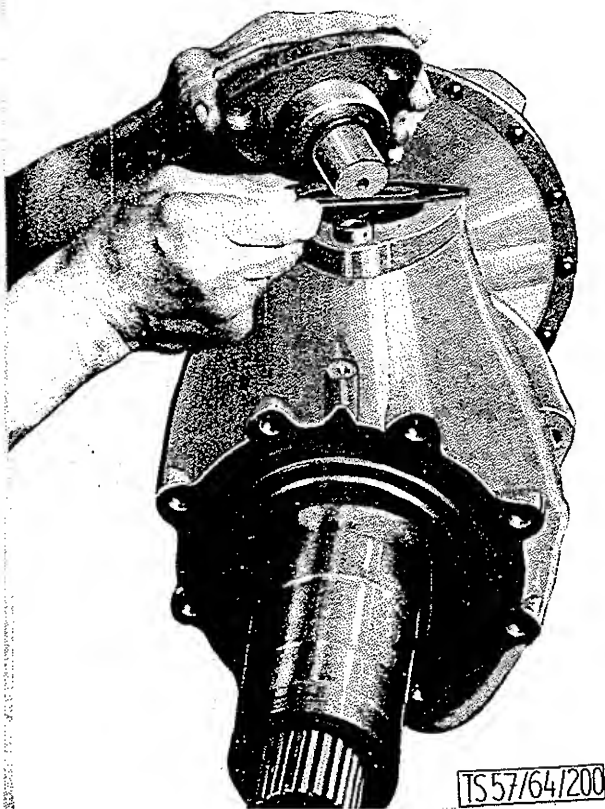
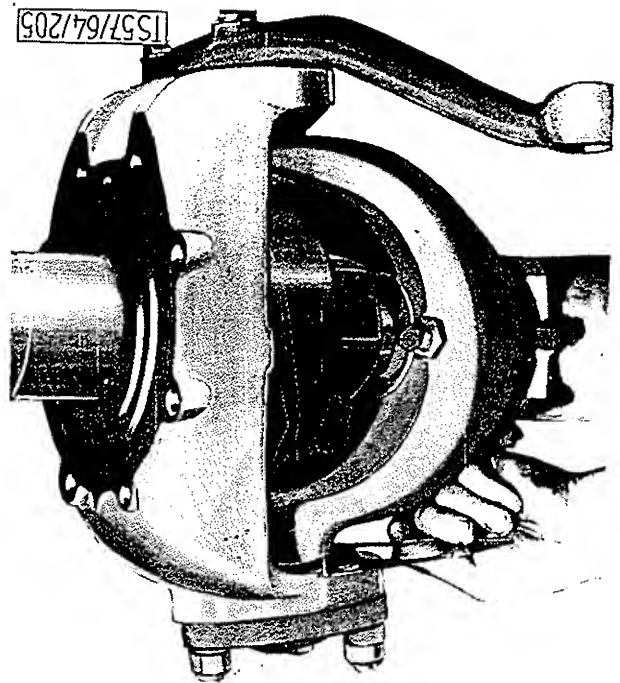

BILD 21: Deckel zum Achsschenkelbolzen montieren
BILD 22: Ermittlung der Einstellscheibenstärke
8. Lenkhebel (8/2) bzw. Deckel mit Achsschenkelbolzen montieren. Man verwendet dabei die gleichen Einstellbleche (18/1) die bei der Demontage vorhanden waren (Bild 21). Bei Ersatz von Teilen muß die Stärke der Einstellbleche neu ermittelt werden. Dazu schraubt man provisorisch den Lenkhebel fest und hebt den Achsschenkel. Nun gleicht man das Spiel zwischen Lenkhebel und Achsschenkel mit Einstellblechen aus, die man seitlich einschiebt (Bild 22). Man trachtet dabei durch Verwendung von dicken Einstellblechen, deren Anzahl so klein wie möglich zu halten. Nun kann der Lenkhebel abgeschraubt und mit den ermittelten Einstellblechen endgültig montiert werden. Die Nyloc-Muttern werden mit einem Moment von 11,5 mkg angezogen. Nach dem Festziehen überprüft man, ob der Achsschenkel sich leicht bewegen läßt und das Axialspiel unter 0,1 mm liegt. Gegebenenfalls durch Korrigieren des Einstellblech-Satzes diesen Zustand einstellen.